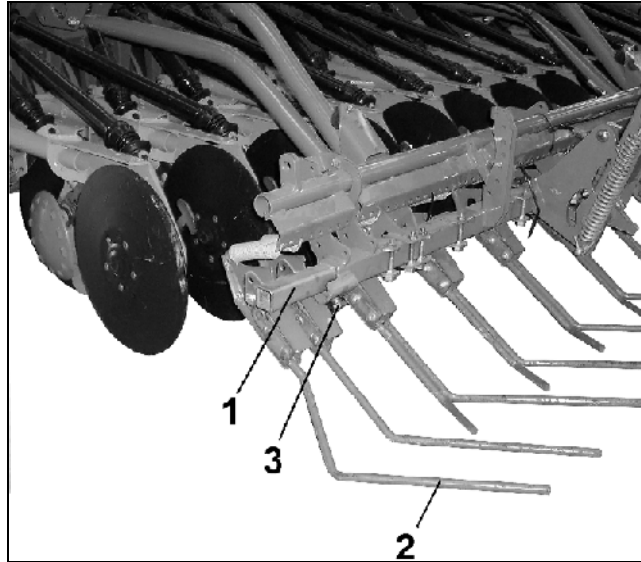

Fig. 27
Presisjonsharven (Fig. 27) sørger for at såfrøene som er lagt ned i såfuren blir dekket jevnt til med løs jord og bidrar til å jevne jordbunnen.
- De ytre harvetindene (Fig. 27/2) må stilles inn slik, at jorden blir ført tilbake mot såfuren og det dannes et sporfritt såbed.
- Dess høyere kjørehastigheten er, dess lenger må firkantørret (Fig. 27/1) skyves ut til siden.
- Etter hver innstilling må firkantørret med de ytre harvetindene sikres med klemskruer (Fig. 27/3).